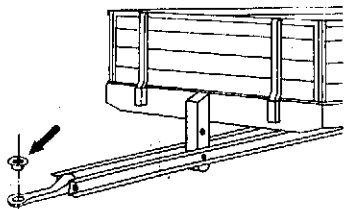

Abb. 34
64. Mitgeliefert wird eine Buchse, die bei normaler Anhängerkupplung eingeschweißt werden muß. (Abb. 34)
64) A bush is supplied as an extra and can be welded into place for standard trailer couplings (Fig. 34).
64. Une douille faisant partie de la fourniture doit être soudée dans le cas d'un crochet d'attelage normal (fig. 34).
64. Nella fornitura vi è una boccola che nel caso di normale giunto di aggancio deve venire saldata (fig. 34)
64. Meegeleverd wordt een bus die bij normale aanhangkoppeling moet worden ingelast (fig. 34).